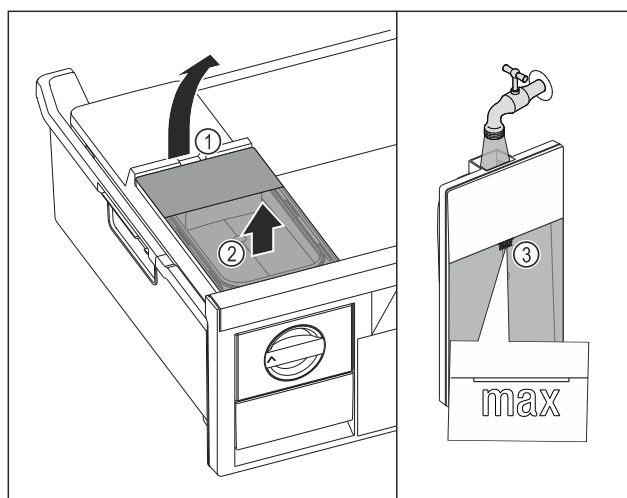

Fig. 71
- ▶ Zbiornik wody unieść za wycięcia Fig. 71 (1).
- ▶ Wyjąć zbiornik wody do góry. Fig. 71 (2)
- ▶ Zbiornik wody napełnić wodą pitną aż do oznaczenia Fig. 71 (3).